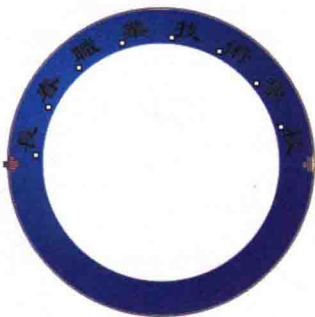

图1-38
STEP 09 单击工具箱中“形状”工具, 此时每个文字左下角都会出现白色小方块, 并且在文本框右下角和左下角都出现了箭头图标。向右拖动文本框右下角的箭头至合适位置, 以调整文字间的距离, 效果如图1-38所示。